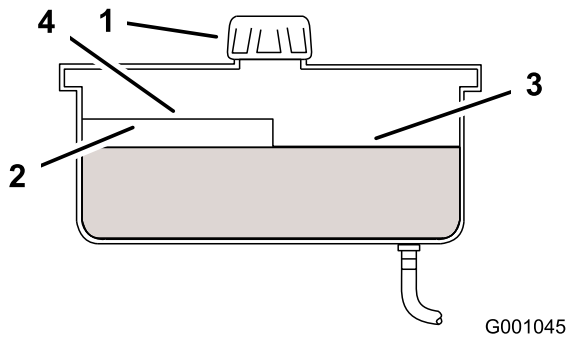

Bild 78
2. Reinigen Sie den Bereich um den Einfüllstutzen des Hydraulikbehälters (Bild 78).
3. Drehen Sie den Deckel vom Einfüllstutzen ab. Schauen Sie in den Stutzen um sicherzustellen, dass Öl im Behälter ist (Bild 78).
Hinweis: Der Füllstand sollte bei heißem Öl die Oberkante der heißen Einfüllmarkierung der Zwischenplatte erreichen (Bild 78).